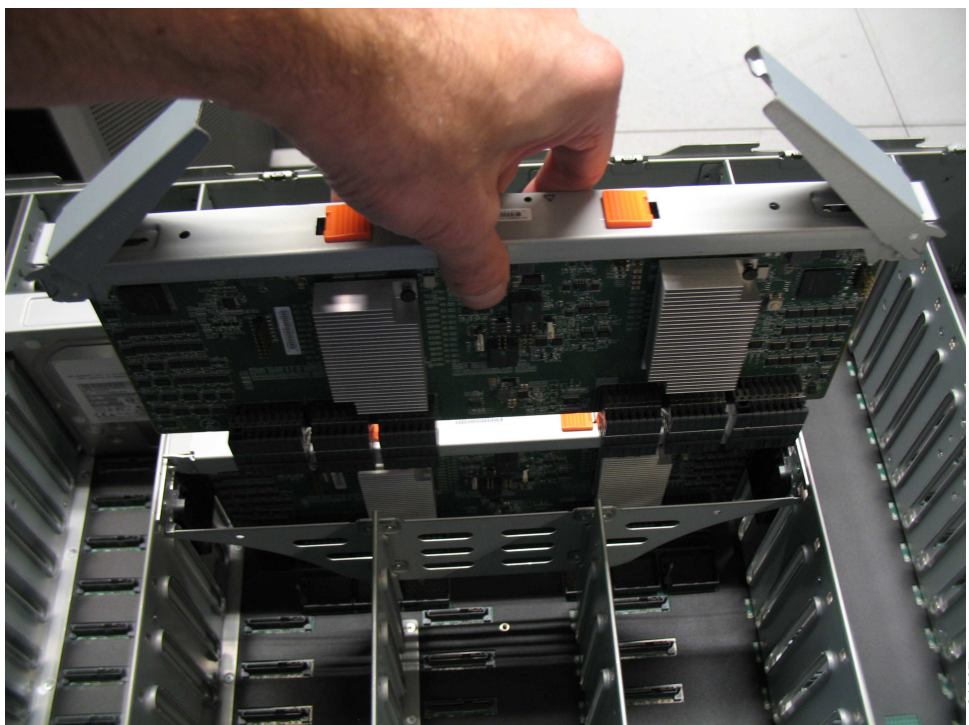

図 79. 2 次拡張機構モジュールの再取り付け
4. 図 79 に示すように、エンクロージャーのガイド・スロット内で 2 次拡張機構モジュールの端を注意深く位置合わせします。